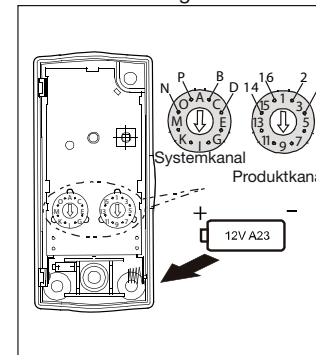

Fig. 2
2. Indstil kanal valg med en skruetrækker. Fig. 2.